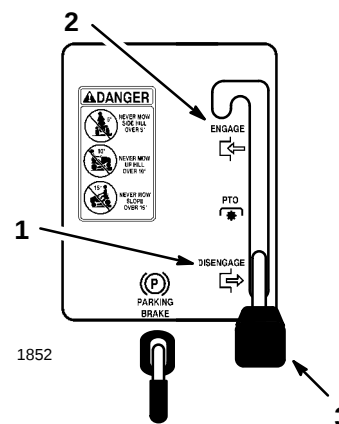

Abbildung 4
2. Den Mähwerkbetätigungshebel auf “EINGEKUPPELTE” Position stellen (Abb. 4).
2. Den Mähwerkbetätigungshebel auf “AUSGEKUPPELTE” Position stellen (Abb. 4).